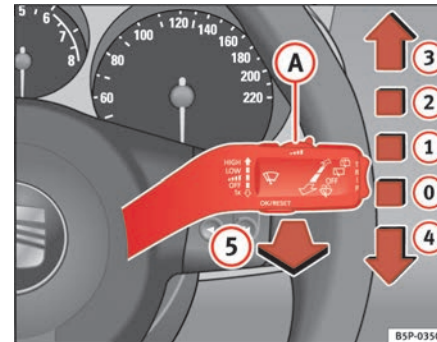

Abb. 86 Scheibenwischer- und Scheibenwascherhebel
Der Scheibenwischerhebel ⇒ Abb. 86 hat folgende Stellungen:
- Wenn bei eingeschalteter Wischerstufe  $\rightarrow$  Seite 123, Abb. 86 ② oder ③ das Fahrzeug anhält, wird automatisch auf die nächste Stufe heruntergeschaltet. Fährt das Fahrzeug wieder an, wird erneut auf die eingestellte Wischerstufe hochgeschaltet.